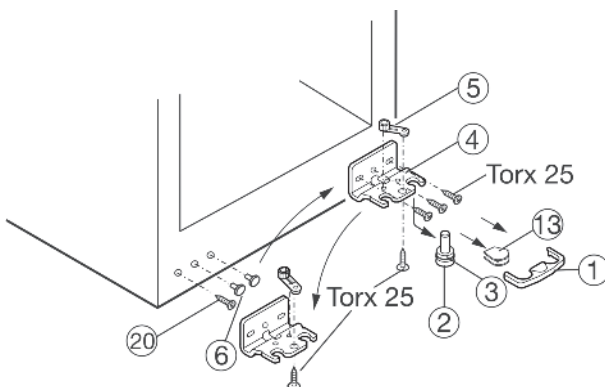

Рис. 4
- Для того чтобы удалить защитный фиксатор Рис. 4 (1), тяните его вперед.
- Снимите кожух Рис. 4 (13).*
- Тяните несущий штырь Рис. 4 (2) вниз и вперед. Во время этой операции уделяйте внимание втулке петли Рис. 4 (3).
- Отвинтите петлю Рис. 4 (4).
- Отвинтите несущую часть Рис. 4 (5), перевесьте ее на противоположную сторону петли и снова привинтите.
- Осторожно поднимите вставки Рис. 4 (6) и вставьте их на противоположной стороне.
- Отвинтите винт Рис. 4 (20) и вставьте его на противоположной стороне.
- Привинтите несущую скобу Рис. 4 (4) на другой стороне петли, **затянув ее не слабее 4 Нм**. При необходимости воспользуйтесь аккумуляторной отверткой.
- Еще раз наклоните устройство назад и установите на место несущий штырь Рис. 4 (2) и втулку петли Рис. 4 (3). Метка на штыре должна быть обращена вперед.
- Установите кожух Рис. 4 (13) на противоположную сторону*.
- Защитный фиксатор (1) должен располагаться рядом с петлей, сбоку, так чтобы несущий штырь и дверца были закреплены.
- Снова установите защитный фиксатор (1) на петлю.
- При необходимости выровняйте дверцу в соответствии с устройством при помощи двух вытянутых отверстий в петле Рис. 4 (4). Для этого отвинтите средний винт.